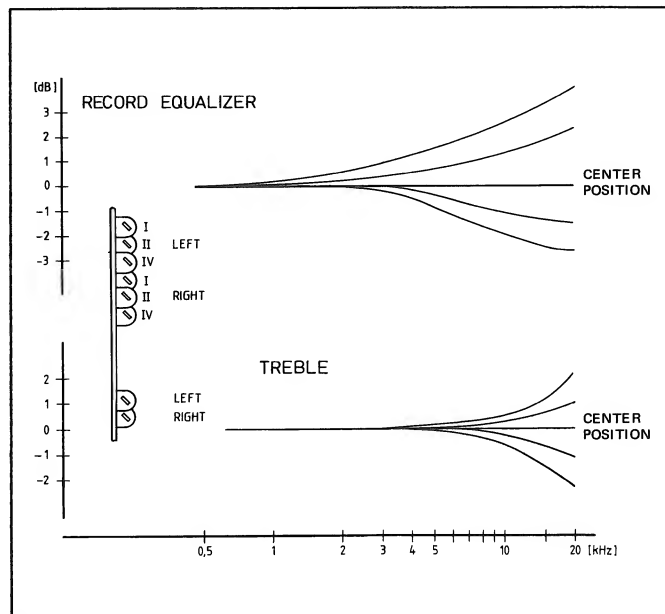

Fig. 5.6
- Enregistrer 10 kHz et 18 kHz et à l'aide des potentiomètres d'équilibrage "Equalizer" et "Treble" (sur RECORD CONTROL) régler sur le même niveau que pour 500 Hz, afin d'obtenir une courbe de réponse aussi linéaire que possible (Fig. 5.6).